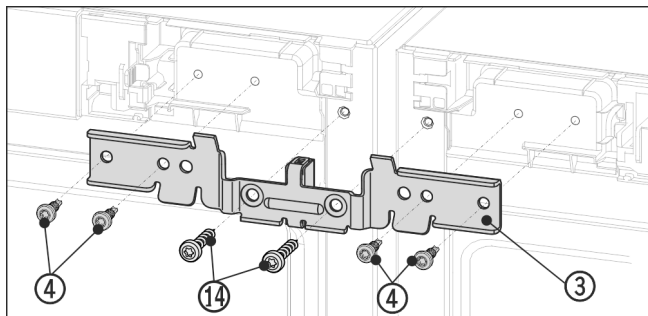

Fig. 12 Zobrazení příkladu
- Úhelník Fig. 12 (3) zasuněte rozpěrným kusem mezi přístroje na čepy. Úhelník přišroubujte čtyřmi šrouby Fig. 12 (4) a předtím vyšroubovanými uzemňovacími šrouby Fig. 12 (14) střídavě vlevo a vpravo bez utahování.